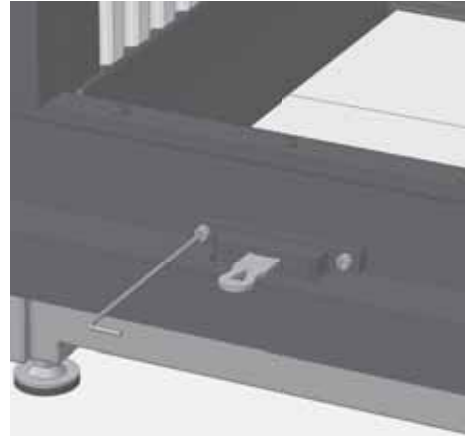

Abb. 3.2 Lösen des Führungslagers des Lufthebels
- ① Beide Schrauben des Führungslagers für den Lufthebel lösen - 2 Schrauben (Innensechskant, 3 mm), (Abb. 3.2),